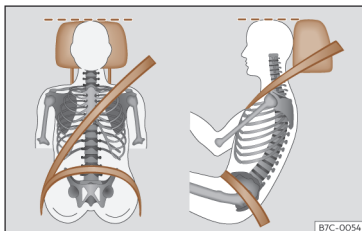

Fig. 14 Sangle bien ajustée et appuie-tête correctement réglé.
- Réglez l'appuie-tête de manière à ce que son bord supérieur soit, dans la mesure du possible, à la même hauteur que la partie supérieure de votre tête, et au moins à la hauteur de vos yeux¹⁾. Gardez la nuque le plus près possible de l'appuie-tête >>> **fig. 14**.
- Réglez le siège dans la longueur de manière à pouvoir actionner à fond les pédales avec les genoux légèrement fléchis et de manière à laisser une distance d'au moins 10 cm (4 pouces) entre les genoux et le tableau de bord >>> **fig. 14**.